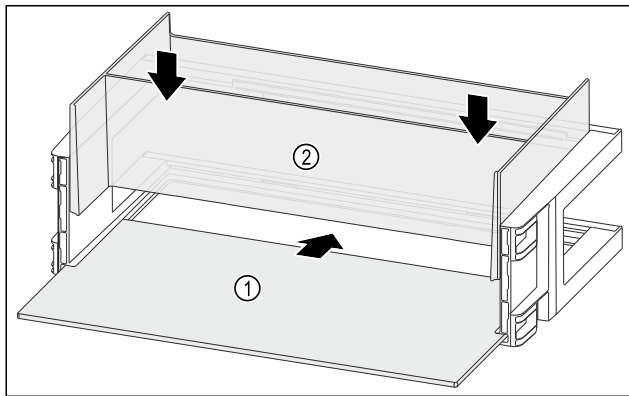

Fig. 112
- ▶ Odlagalno polico Fig. 112 (1) vstavite v stranske utore.
- ▶ Vstavite organizator Fig. 112 (2).